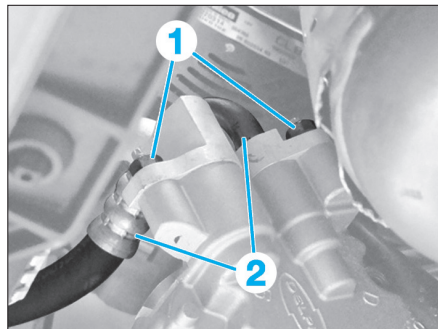

Fig. 2
- Déposer les écrous (1) (Fig.2).